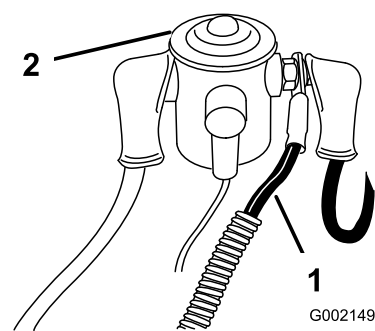

図 6
10. ソレノイド (図 6; 運転席下) の左側に赤い線 (パワー線) を接続する。